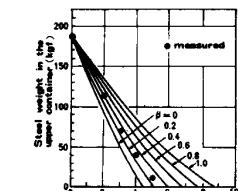

Fig. 2 Efficiency of electromagnetic-brake in the experimental system (Type A).
3. 結果と考察 実験結果をFig. 2に示す。流路内で溶鋼が充満し、一定流速で流れていると仮定した時の流路系内のエネルギーバランスは(1)式のように表される。